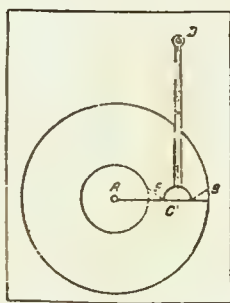

Рис. 1
На диск граммофонного механизма нужно положить какую-либо не особенно ценную стандартную грампластинку (диаметром 25 см, такие пластинки имеют наибольшее распространение). Из центра пластинки проводят карандашом радиус до ее края (рис. 1, линия AB). Ту часть радиуса (EB), которая проходит по площади со звуковыми бороздками, делят пополам и из середины (точка C) восстанавливают перпендикуляр, который мысленно продолжают за край пластинки. Этот перпендикуляр (линия CD) является линией, по которой устанавливается тонарм. Игла должна упираться в точку C , а плоскость самого адаптера должна совпадать с линией EB . Точка D является условной точкой крепления оси тонарм. При таком способе крепления тонарм достигается в общем достаточно равномерный износ пластинки по всей ее площади.